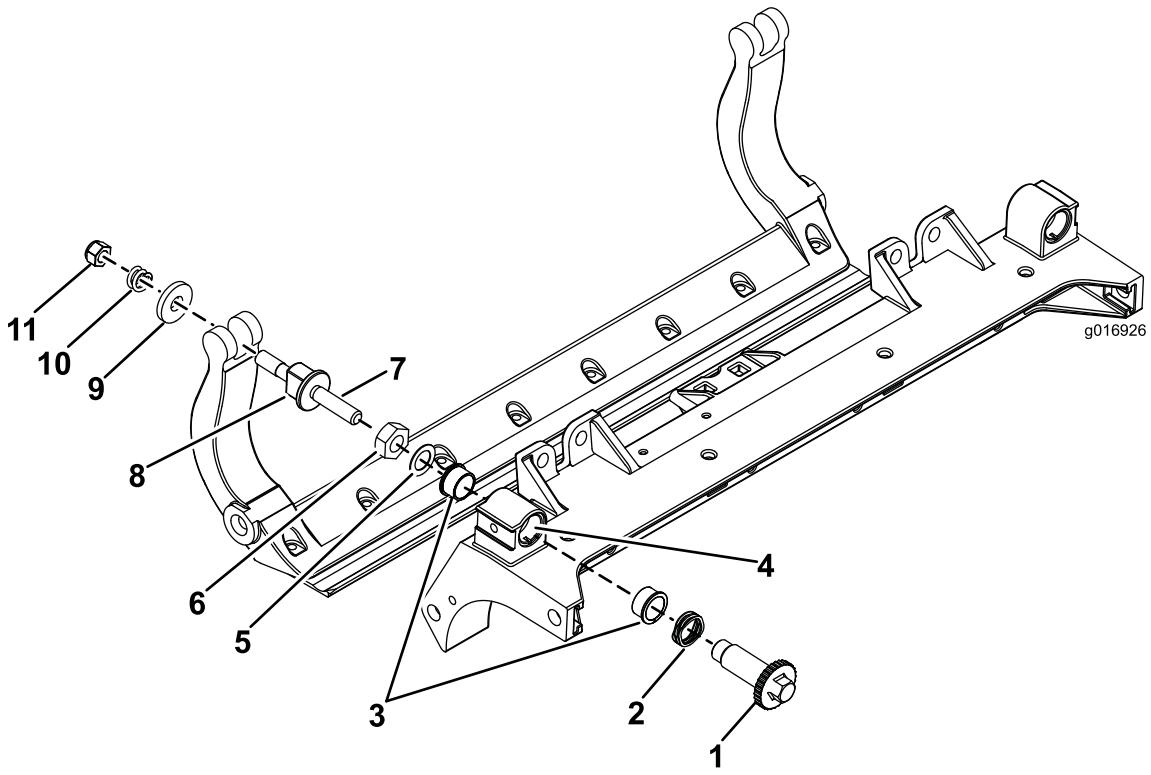

Bild 33
1. Entfernen Sie alle Teile (siehe *Installationsanleitung* für das HD-DPA-Kit, Modell 120-7230, und Bild 33).
2. Tragen Sie ein Gleitmittel innen im Büchsenbereich am mittleren Schneideeinheitrahmen auf (Bild 33).
3. Fluchten Sie die Keile an den Bundbüchsen mit den Schlitten im Rahmen aus und setzen Sie die Büchsen ein (Bild 33).
4. Legen Sie eine Wellenscheibe auf die Einstellerwelle und schieben Sie die Welle auf die Bundbüchsen im Schneideeinheitrahmen (Bild 33).
5. Befestigen Sie die Einstellerwelle mit einer Flachscheibe und einer Sicherungsmutter (Bild 33). Ziehen Sie die Sicherungsmutter mit 20-27 N·m.
11. Legen Sie eine Stahlscheibe außen auf jede Nylonscheibe (Bild 33).
Hinweis: Die Scheiben innen können einen Abstand aufweisen (Bild 33).
Druckfeder ganz zusammengedrückt ist, lösen Sie die Mutter dann um eine halbe Umdrehung (Bild 33).